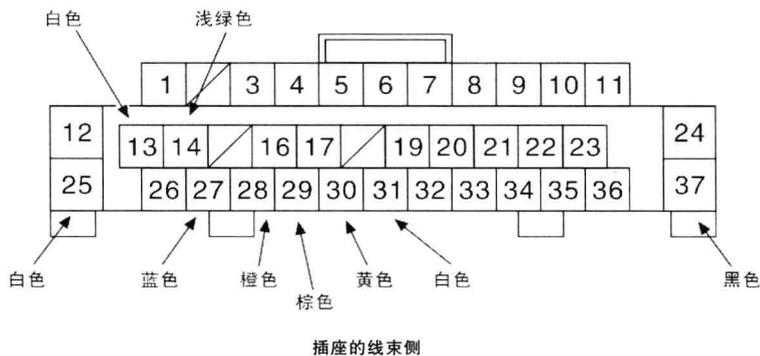

图1-1-4 车门多路控制单元37针插接器
- 2) 将37针插接器从车门多路控制单元上断开，如图1-1-4所示。